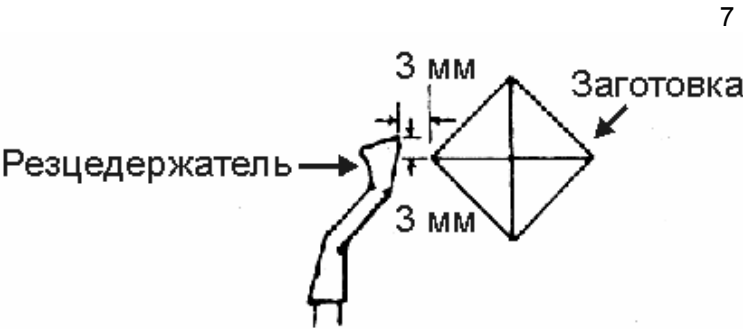

Рис. 5.
9.5.3. Отрегулируйте резцедержатель приблизительно на 3 мм от углов заготовки и на 3 мм над линией (Рис.5). Заблокируйте опору резцедержателя и резцедержатель.